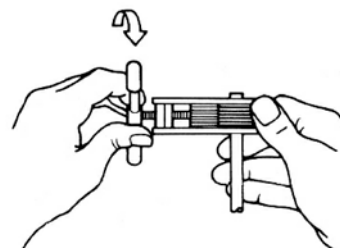

Abbildung 2
3. Klemmen Sie das Rohr, wie in der Abbildung 2 gezeigt, durch Drehen des Drehgriffes fest.